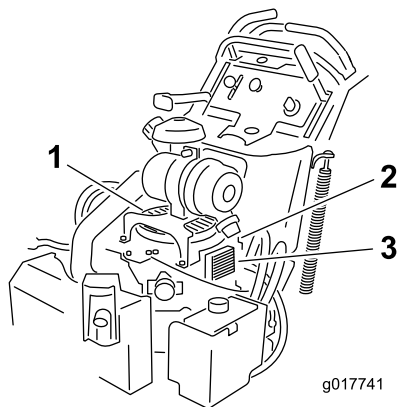

Figura 68
3. Retire la rejilla de entrada de aire y la carcasa del ventilador (Figura 68).
5. Instale la rejilla de entrada de aire, el arrancador de retroceso y la carcasa del ventilador (Figura 68).